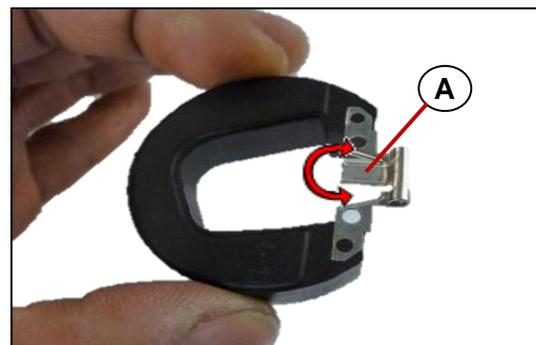

Fig. 8.11
- Suavemente doble la lengüeta [A] para cambiar la altura del flotador hacia arriba o hacia abajo. **Fig. 8.11**